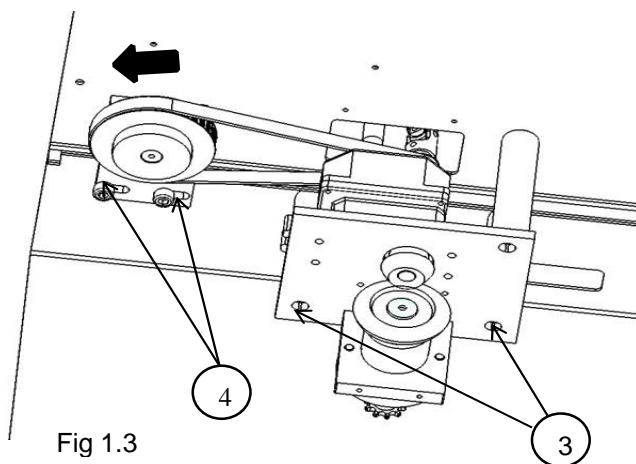

Fig 1.3
Schroeven zoals getoond op **Fig1.3 (2)** los zetten om de riem op te spannen. Daarna terug vastzetten.
- Draai de schroeven los en verwijder de riemspanner **Fig 1.3 (2)**
- Verwijder de cilinderschroeven en verlaag de transmissiebox tot de lagers verwijderd kunnen worden **Fig 1.3 (3)**.